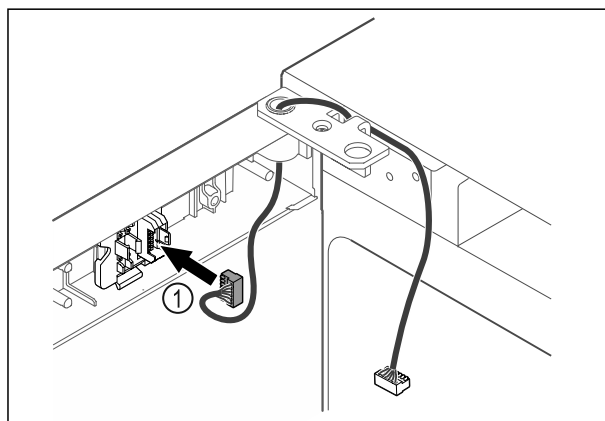

Fig. 47
- Вкарайте щекера Fig. 47 (1) в държача на щекера.